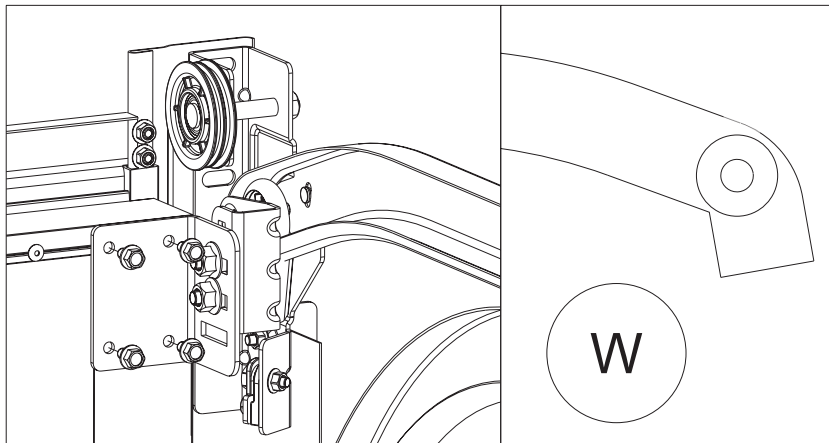

Рис. 14.4.
На рис.14.4 показана установка верхнего кронштейна на воротах с электроприводом.
- на воротах с электроприводом ходовой ролик должен находиться у верхней стороны верхнего направляющего профиля (рис. 14.4).